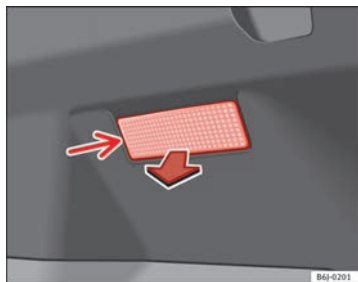

Abb. 176 Gepäckraumbeleuchtung
- Das Lampenglas der Glühlampe durch Druck mit einem Schraubendreher auf dessen Unterkante -Pfeil- abnehmen ⇒ Abb. 176.